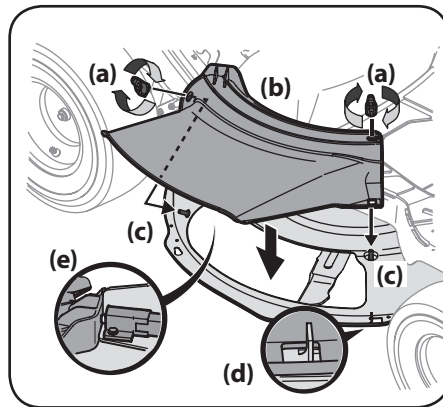

Figure 2-9
1. Retirez les écrous papillon (a) du plateau de coupe. Gardez-les pour utilisation ultérieure. Voir Figure 2-9.
2. Installez le déflecteur d'éjection (b) sur l'ouverture du plateau de coupe. Introduisez les goujons (c) sur la surface du plateau de coupe dans les trous sur la partie supérieure du déflecteur d'éjection (b). Introduisez la petite encoche (d) sur le rebord du plateau de coupe dans le trou carré sur la partie inférieure du déflecteur d'éjection (b). Voir Figure 2-9.
3. Fixez le déflecteur d'éjection (b) en serrant les écrous papillon (a) retirés à l'étape 1. Voir Figure 2-9.